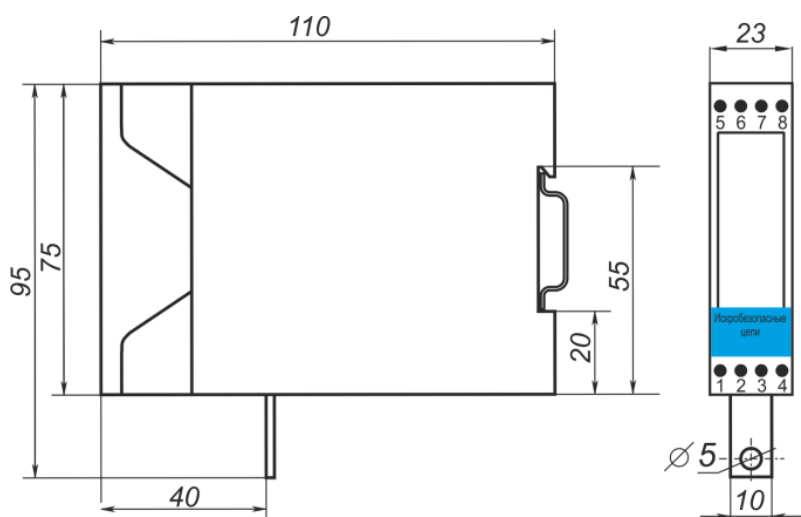

Рис.1
3.23. Габаритные и присоединительные размеры барьера Корунд-М74Х представлены на рис.1.
11.1. Барьеры монтируются в положении, указанном на рис. 1.